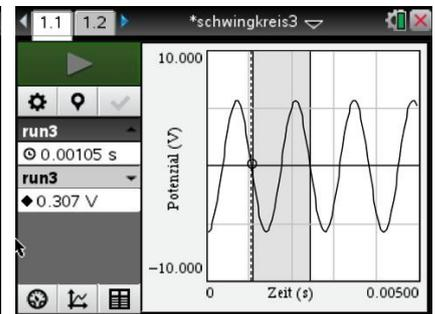

Bild 14.5
Handelt es sich um ein einfacheres Modell ohne Frequenzanzeige, so muss man die Schwingung einmal aufzeichnen (Bild 14.5), um die Periodendauer und damit die Frequenz bestimmen zu können.
Handelt es sich um ein einfacheres Modell ohne Frequenzanzeige, so stellt man ebenfalls zuerst die Gleichspannung ein. Anschließend muss man die Schwingung einmal aufzeichnen (Bild 14.5), um die Periodendauer und damit die Frequenz bestimmen zu können.
5. Mit dem Cursor lassen sich dann die Zeiten der Nulldurchgänge (Bild 14.5) bestimmen. Bei der Beispielmessung ergaben sich bei der Parallelschaltung  $T = 1,4$  ms und bei der Serienschaltung  $T = 1,43$  ms.